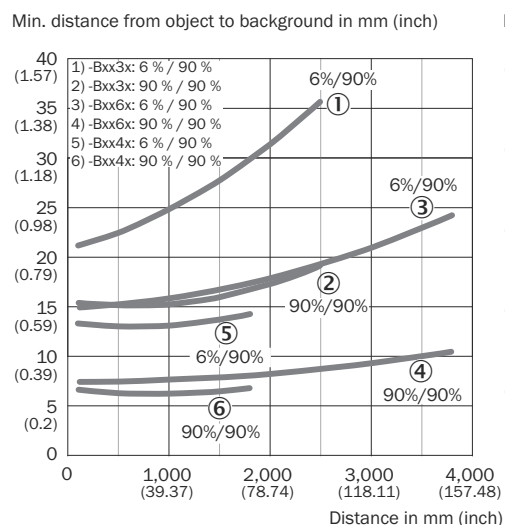

Figura 4: Curva 1
Comprobar las condiciones de aplicación: comparar la distancia de conmutación y la distancia respecto al objeto o al fondo, así como la reflectividad del objeto, con el diagrama correspondiente [figura 4] (x = distancia de conmutación, y = distancia mínima entre el objeto y el fondo en mm (reflexión difusa del objeto/del fondo) (reflexión difusa: 6 % = negro, 90 % = blanco (referido al blanco estándar según DIN 5033)).
La distancia mínima (= y) para la supresión de fondo puede extraerse del diagrama [véase figura 4 ①] del modo siguiente: